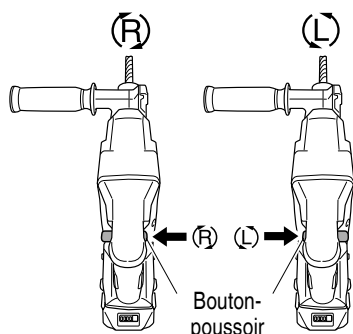

Fig. 15
- Vérifiez la direction de rotation de la mèche (Fig. 15)
Le foret tourne dans le sens des aiguilles d'une montre (vu de derrière) quand on appuie sur le côté R du bouton poussoir. (Fig. 15)